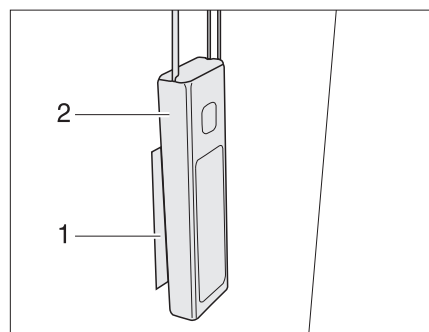

Fig. 67 Poids pour cordon
- Pousser le poids du cordon (Fig. 67,2) sur la fermeture Velcro (Fig. 67,1).
- Retirer le poids du cordon (Fig. 67,2) de la fermeture Velcro (Fig. 67,1).